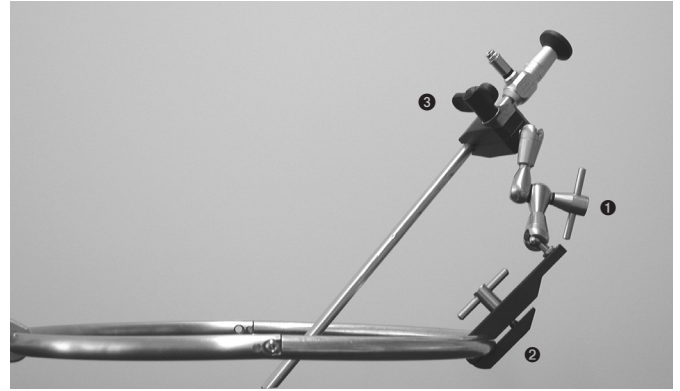

Figura 1
- Per allentare il braccio articolato, far girare in senso antiorario la maniglia di bloccaggio centrale ❶ (vedere figura 1) fino a completare la sua possibilità di movimento.
- Fissare il morsetto ❷ (vedere figura 1) all'anello di fissaggio SynFrame, tenendo il braccio orientabile all'esterno dell'anello. In questo modo il braccio di fissaggio resta fuori dal campo operatorio.
- Inserire e fissare il sistema ottico nella rispettiva ganascia da 10,0 o 4,0 mm sul morsetto nero ❸ (vedere figura 1) del supporto. Verificare che
- Sistemare l'ottica nella posizione desiderata al di sopra del campo operatorio e fissarla in tale posizione serrando la maniglia di bloccaggio centrale ❶ (vedere figura 1) in senso orario.
- Allentare sempre la maniglia di bloccaggio centrale ❶ (vedere figura 1) quando si riposiziona il sistema ottico. Il sistema ottico può essere danneggiato (piegato) se viene spostato senza aprire il braccio articolato.